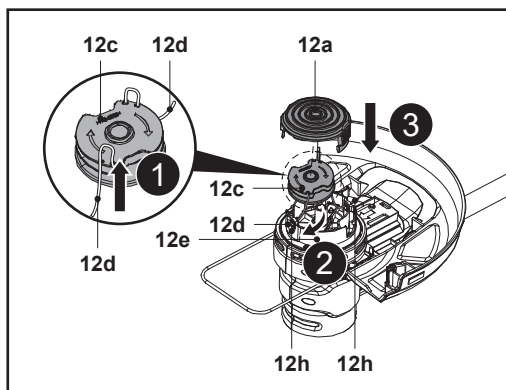

Fig. 26
6. Eliberează firul de tăiere (12d) din creștături și ține-l în poziție. Evită ca firul de tăiere (12d) să iasă din bobină (12c) (fig. 26, pasul 1).
7. Dirijează capătul firului prin inelul de prindere (12h) de pe carcasa (12e) (fig. 26, pasul 2).
9. Introdu bobina de tăiere (12c) în carcasa (12e) (fig. 26, pasul 3). Rotește bobina până când se blochează în poziție.